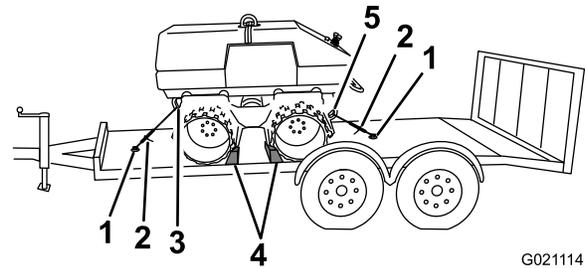

Figure 36
5. Arrimez la machine au véhicule de transport avec des cales et en reliant des tendeurs à chaîne entre les anneaux d'ancrage du véhicule de transport et les anneaux d'attache de la machine (Figure 36).